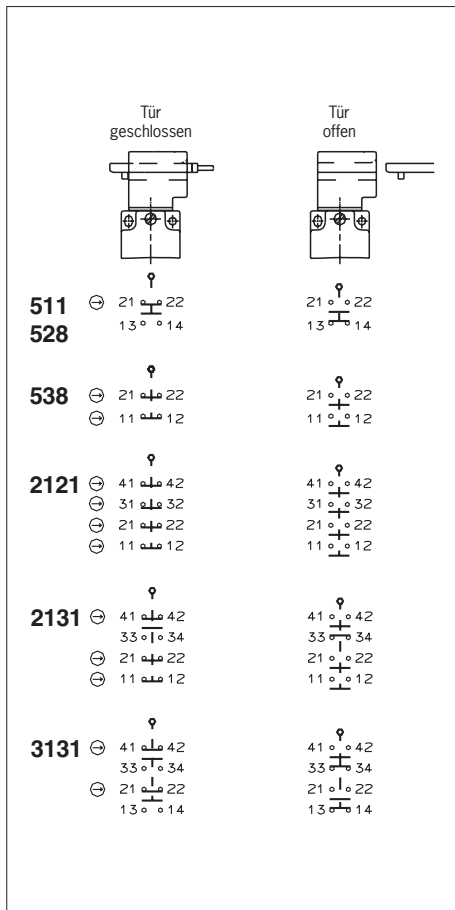

Bild 2: Schaltelemente und Schaltfunktionen
Es muss mindestens ein Kontakt (⊖) verwendet werden. Dieser signalisiert den Zustand der Zuhaltung (Kontaktbelegung siehe Bild 2).
2. Anschließen und Klemmen mit 0,5 Nm anziehen (Kontaktbelegung siehe Bild 2).
The detailed switching states for your switch can be found in Fig. 2. All available switching elements are described there.